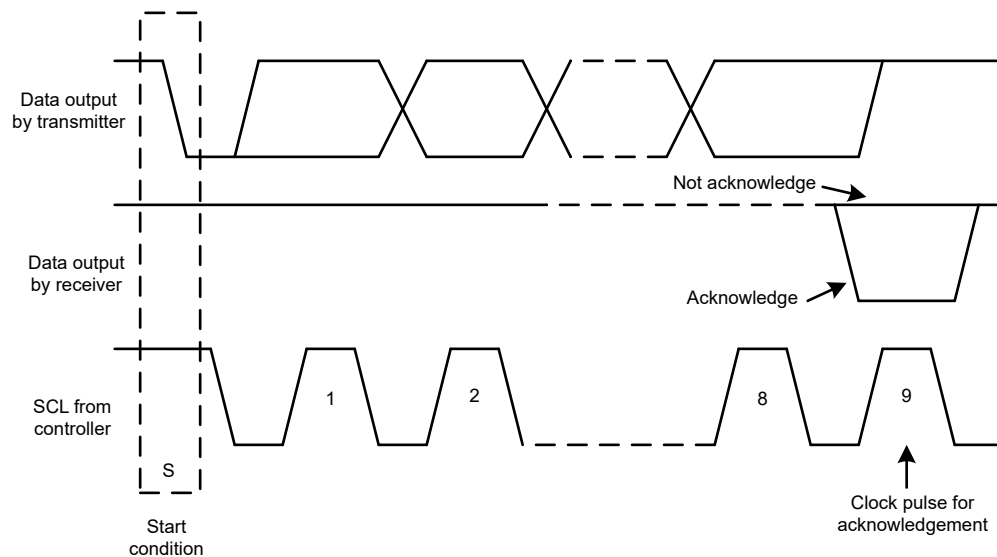
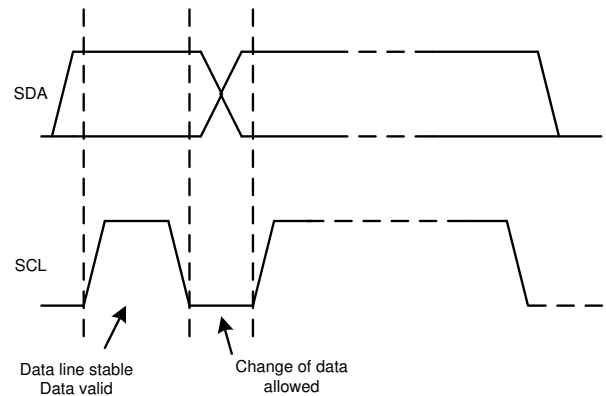

图 7-18. I²C 总线上的确认和非确认
图 7-20. 在 I²C 总线上的位传输
除了特定的时序信号外, I²C 接口还使用串行字节。在每个字节结束时, 第九个时钟周期产生并检测确认信号。确认是指 SDA 线在第九个时钟周期的高电平期间被拉低。非确认是指 SDA 线在第九个时钟周期的高电平期间保持高电平, 如图 7-18 所示。
2. 控制器随后产生 SCL 脉冲，并在 SDA 线上发送 7 位地址和读取/写入方向位 ($R\bar{W}$)。在所有传输期间，控制器确保数据有效。有效数据条件要求 SDA 线在时钟脉冲的整个高电平期间保持稳定，如图 7-20 所示。所有器件都识别控制器发送的地址，并将其与相应内部固定地址进行比较。只有具有匹配地址的目标器件才会通过在第 9 个 SCL 周期的整个高电平期间拉低 SDA 线来生成确认，如图 7-18 所示。当控制器检测到此确认时，则表示与目标的通信链路已建立。